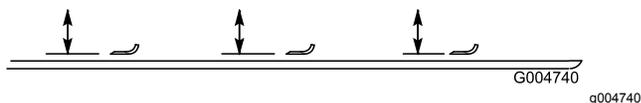

Рисунок 82
2. Поворачивайте нож, пока его концы не будут направлены вперед и назад (**Рисунок 82**). Измерьте расстояние от внутренней поверхности режущего блока до передней кромки ножа. Запомните этот размер.